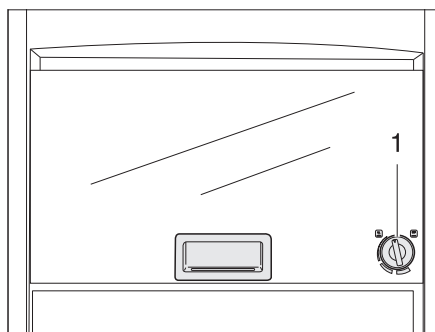

Fig. 206 Horno de gas (Dometic)
- Presionar el regulador giratorio (Fig. 206,1) ligeramente y girarlo hacia la izquierda a una posición cualquiera.
- Girar el regulador giratorio (Fig. 206,1) a "O". La llama se apaga.